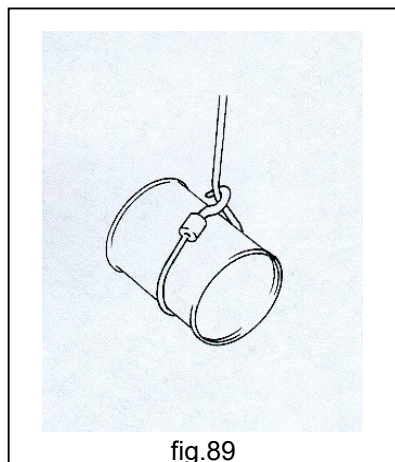

fig.89
- **NUNCA** use la cuerda o la cadena del polipasto como eslinga para la carga (fig.89).